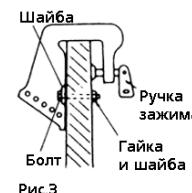

Рис.3
- (3) - Для того, чтобы закрепить мотор на лодке, затяните винты зажимов, поворачивая их за ручки, а также затяните болты (см. Рис.3);